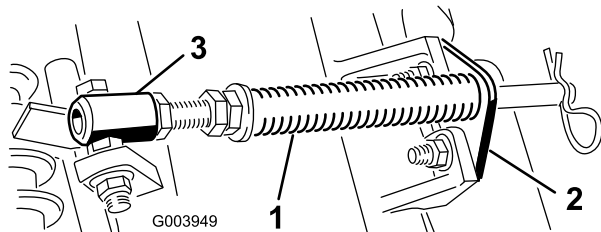

Bild 4
- A. Nehmen Sie die zwei Schlossschrauben und Muttern ab, mit denen die Stangenhalterung an den Nasen der Schneideinheit befestigt ist (Bild 4).
- B. Nehmen Sie die Bundmutter ab, mit denen die Schraube des Federrohrs an der Trägerschraubennase befestigt ist (Bild 4). Nehmen Sie das Bauteil ab.
Hinweis: Positionieren Sie den Schraubenkopf zur Außenseite der Nase, wie in Bild 4 dargestellt.